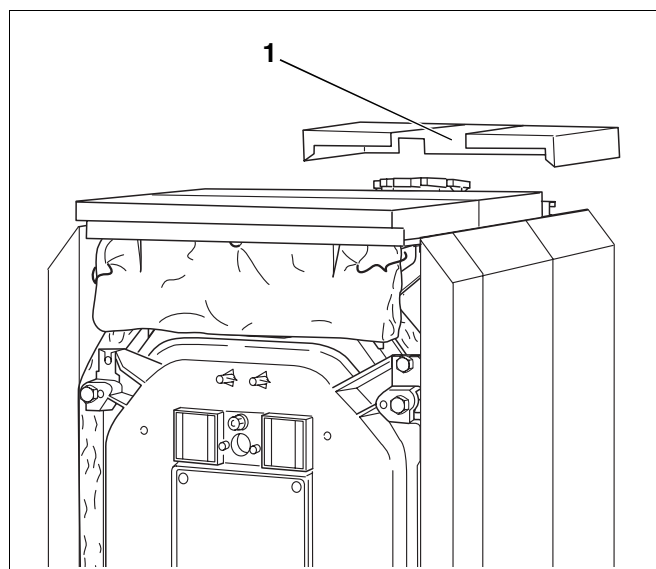

Abb. 54 Hintere Haube montieren
- Hintere Kesselhaube mit den Abkantungen und dem Ausbruch für den Heizkreisvorlauf (Abb. 54, **Pos. 1**) nach vorn auf die Seitenwände auflegen.